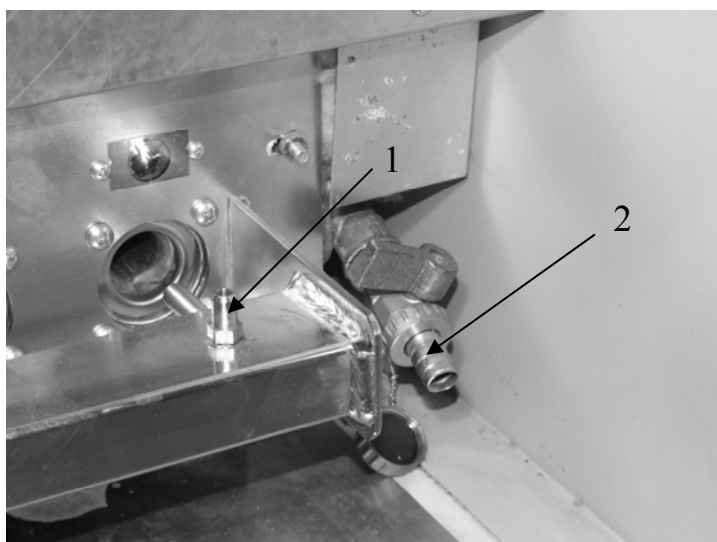

Рис. 7
6.11.2. Заполните водой систему отопления. Вода для заполнения и подпитки системы отопления должна удовлетворять требованиям СНиП–II–35–76 п. 10. Для залива и слива воды котёл оснащен краном заполнения системы см. Рис. 7.
2. Ослабить винт штуцера для измерения давления газа (рис. 7) в коллекторе горелки, подсоединить напоромер.